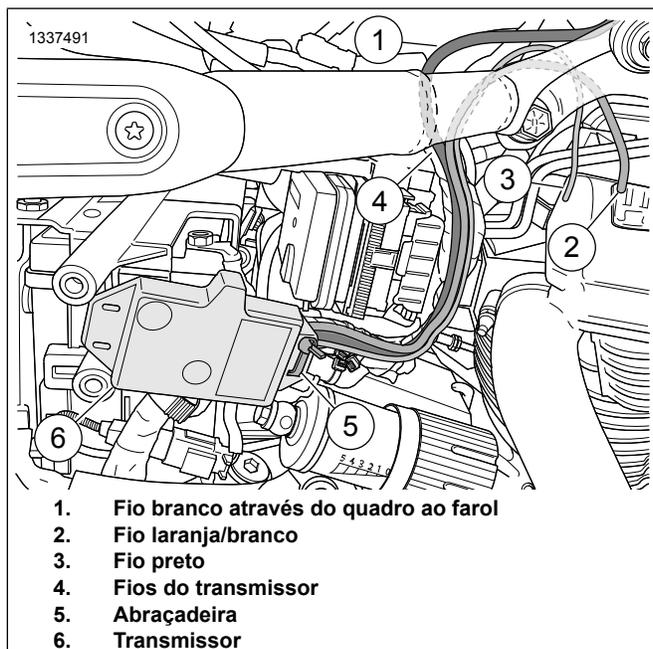

Figura 9. Montagem do transmissor e encaminhamento dos fios (Sportster 2018 e posteriores)
| Softail (2018-posterior) | Cablagem da fiação principal debaixo da tampa do lado direito, utilizando abraçadeiras para cabos. (Ver a Figura 9.) | Siga a cablagem principal até debaixo da frente do assento. |
2. Ver a Figura 9. **No transmissor:** corte o fio laranja/branco (2) para ficar com o mesmo comprimento que o fio preto (3). Retire com um corte o fio laranja/branco do revestimento.
- a. Coloque o transmissor (6) à frente da cablagem da fiação principal, montando numa posição quase horizontal. Os fios que saem do compartimento devem estar no topo e encaminhados para dentro em direção aos componentes do veículo.
- b. Instale a abraçadeira (5) na ranhura dianteira do compartimento do transmissor.
- d. Aperte a abraçadeira (5).
4. Acondicione os fios do transmissor (4) atrás dos fios da cablagem principal. Siga os fios da cablagem principal em volta do módulo ABS/HCU e por baixo da frente do assento.